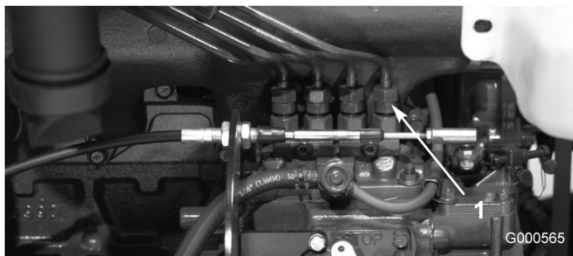

Figure 40
1. Desserrez le raccord entre l'injecteur N° 1 et le porte-injecteurs sur la pompe d'injection (Figure 40).